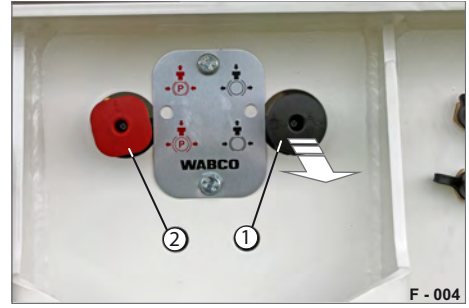

Abb. 13 Bedienkonsole
- ▶ Drücken Sie das Löseventil (Abb. 13/1). Die Betriebsbremse öffnet sich. Anhänger ist ungebremst. Sie können mit dem Anhänger rangieren.
- ▶ Ziehen Sie das Löseventil (Abb. 13/1). Die Betriebsbremse schließt sich.